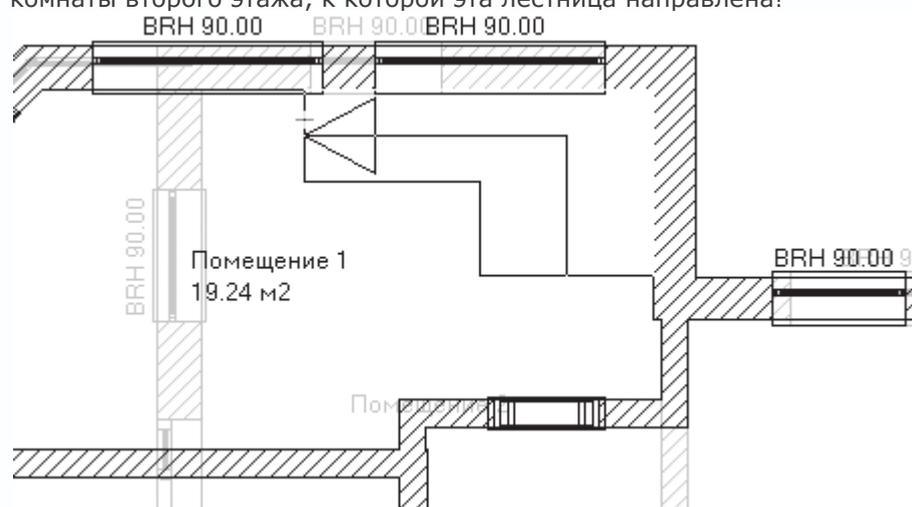

Рис. 4.17. Указание габаритных точек лестницы
4. Переместите указатель к верхнему правому углу комнаты на плане и щелкните кнопкой мыши точно в этом углу. После этого отведите указатель влево приблизительно на половину длины северной стены комнаты Помещение 1 (рис. 4.17). Будьте внимательны, лестница ни в коем случае не должна пересекать или приближаться слишком близко к западной стене комнаты второго этажа, к которой эта лестница направлена!